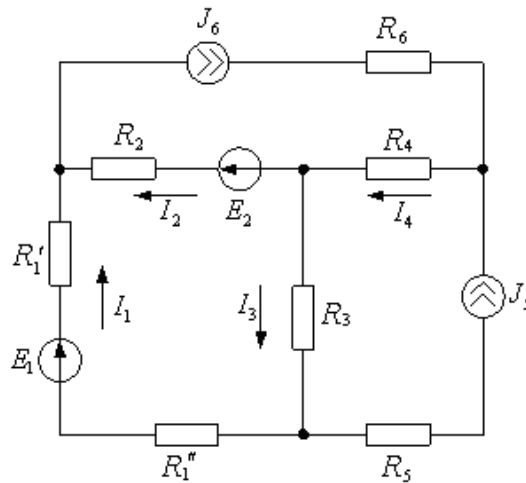
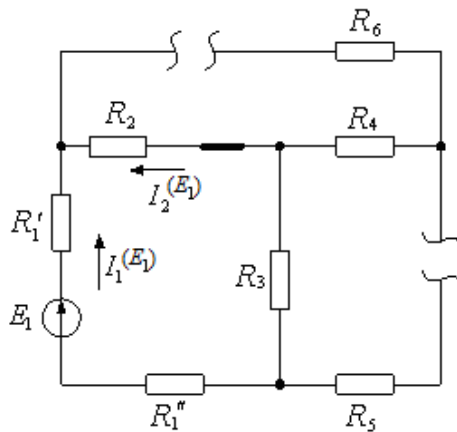
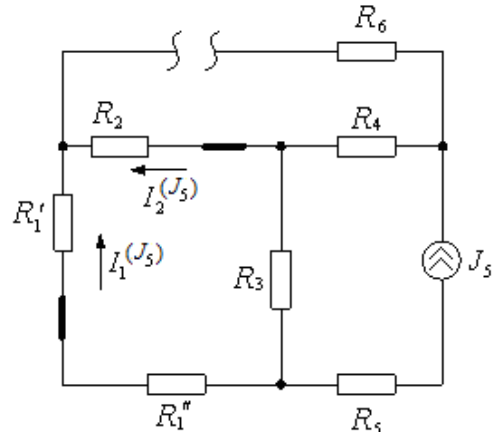

Рис. 1
Рис. 2
Рис. 3
Применительно к схеме рис. 1 выражения для токов I_1 и I_2 по методу наложения могут быть представлены в виде сумм:
Частичная схема для расчета входных и взаимных проводимостей g_{11} и g_{21} показана на рис. 2, частичная схема для расчета коэффициентов k_{15} , k_{25} — на рис. 3.
Из схемы рис. 2 следует, что $I_1^{(E_1)} = -I_2^{(E_1)} = \frac{E_1}{R_1' + R_1'' + R_2 + R_3}$, поэтому
$g_{11} = -g_{21} = \frac{1}{R_1' + R_1'' + R_2 + R_3}$. Из схемы рис. 3 получаем
Входные и взаимные проводимости и коэффициенты передачи не зависят от значений источников в цепи, а определяются только сопротивлениями резисторов и схемой их соединения. В частичных схемах (рис. 2 и рис. 3) направление частичного тока ветви определяется выбранным направлением тока ветви в исходной схеме (рис. 1). При этом частичный ток
может быть не согласован с направлением источника, в таком случае частичный ток и, соответственно, входная, взаимная проводимость и коэффициент передачи по току будут иметь знак "-". В рассмотренном выше примере входная проводимость g_{11} имеет знак "+", так как частичный ток $I_1^{(E_1)}$ согласован по направлению с E_1 , а взаимная проводимость g_{21} имеет знак "-", так как частичный ток $I_2^{(E_1)}$ не согласован по направлению с E_1 (рис. 2). Аналогично коэффициент передачи по току k_{25} имеет знак "+", а k_{15} имеет знак "-" (рис. 3).
Входные и взаимные проводимости ветвей и коэффициенты передачи тока можно определять по приращениям токов и ЭДС, получаемых из двух произвольных режимов цепи. Предположим, что в схеме (см. рис. 1) при $E_1 = E_1'$ токи $I_1 = I_1'$, $I_2 = I_2'$, а при $E_1 = E_1''$ токи $I_1 = I_1''$, $I_2 = I_2''$. ЭДС E_2 и токи J_5 и J_6 при этом остаются неизменными. Подставив указанные значения токов I_1 , I_2 и ЭДС E_1 и E_2 , в равенства (1) и (2), получим:
3. Начертить расчетную схему электрической цепи (рис. 2П). При $E_1=12$ В и $J_2=50$ мА, и значениях R_1, R_2, R_3 , приведенных в таблице 1, вычислить токи в ветвях цепи, считая приборы идеальными. Определить напряжение на источнике тока. При определении токов воспользоваться одним из методов расчета: